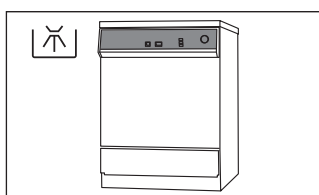

図 22
- 2 ISO15883-1に合致した熱水洗浄器を使用してください。（図22）。熱水洗浄器の取扱説明書に従ってください。